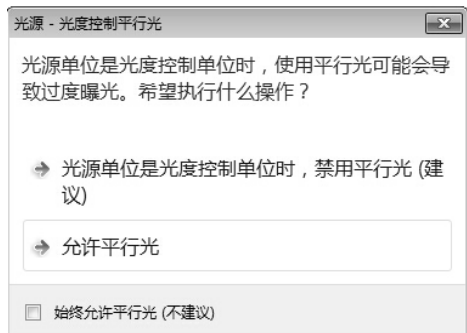

图 7-76 “光源-光度控制平行光”对话框
(1) 单击“渲染”工具栏上的“新建平行光”按钮。
(2) 在“光源-光度控制平行光”对话框中，选择“允许平行光”选项，如图 7-76 所示。
(3) 指定光源来向<0, 0, 0>或[矢量 (V)]:
(4) 指定光源去向<1, 1, 1>:
(5) 输入要更改的选项[名称(N)/强度因子(I)/状态(S)/光度(P)/阴影(W)/过滤颜色(C)/退出(X)]<退出>: N
(6) 输入光源名称<平行光 2>:
(7) 输入要更改的选项[名称(N)/强度因子(I)/状态(S)/光度(P)/阴影(W)/过滤颜色(C)/退出(X)]<退出>: